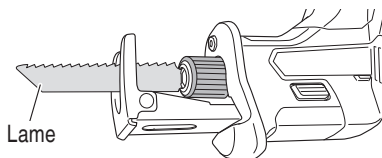

Fig. 8
- (2) La lame sera verrouillée en place lorsque le porte-lame est libéré. La lame peut être fixée vers le haut ou vers le bas selon l'opération. (Fig. 8)